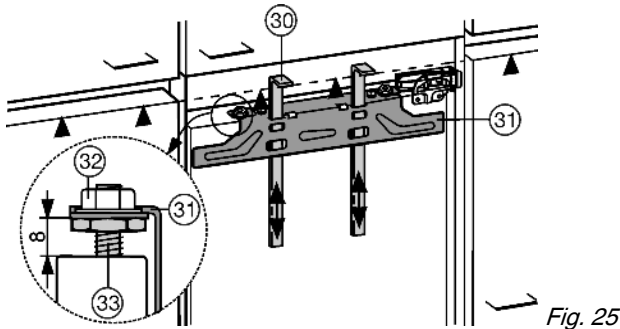

Fig. 25
Gli attrezzi di montaggio Fig. 25 (30) sono necessari per entrambe le porte. Per tale motivo montare le ante del mobile in successione.
- ▶ Spingere gli attrezzi di montaggio Fig. 25 (30) verso l'alto, all'altezza dell'anta del mobile Bordo inferiore di battuta ▲ dell'attrezzo di montaggio = Bordo superiore dell'anta da montare.